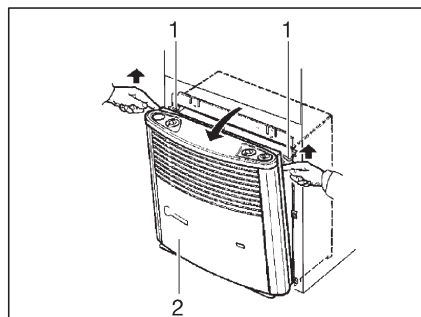

Fig. 106 Extraer el revestimiento de la calefacción
- Retirar el revestimiento de la calefacción (Fig. 106,2). Para ello, tirar hacia adelante la parte superior del revestimiento, presionar los muelles de sujeción (Fig. 106,1) a los lados hacia arriba y abatir el revestimiento hacia adelante.